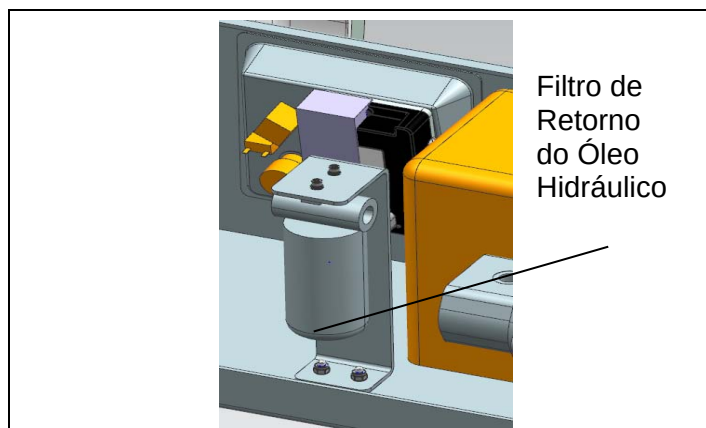

Figura 4-1 Posição do filtro
- b) Use a ferramenta para remover a parte inferior do filtro (como mostrado na Figura 4-1).